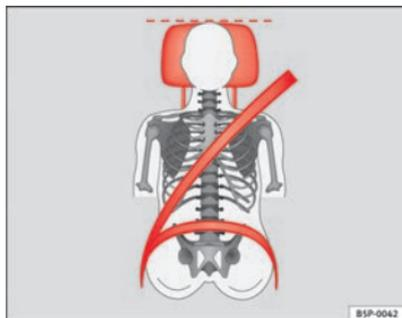
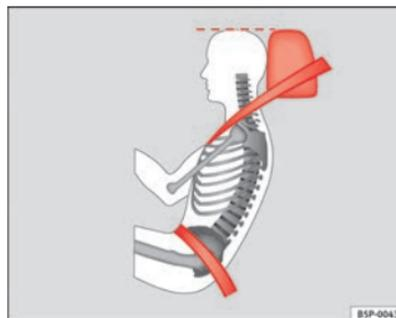

Abb. 66 Von vorne betrachtet: richtig eingestellte Kopfstütze und korrekter Gurtbandverlauf
Abb. 67 Von der Seite betrachtet: richtig eingestellte Kopfstütze und korrekter Gurtbandverlauf
- Die Kopfstützen so einstellen, dass sich die Oberkante der Kopfstütze möglichst auf einer Linie mit dem oberen Teil Ihres Kopfes, aber mindestens auf Augenhöhe befindet => Abb. 66 und => Abb. 67.